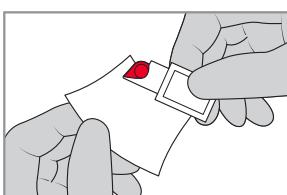
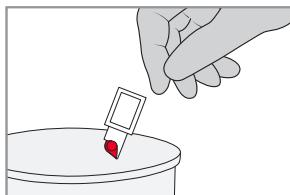

FIGURE 3-7
FIGURE 3-11
- Pour terminer la mesure, suivre les étapes *g-l* et les indications de la FIGURE 3-7 à la FIGURE 3-11 dans la section 3.1 Sang capillaire. Veiller à commencer la mesure le plus rapidement possible et au plus tard dans les 10 minutes suivant le remplissage de la cuvette.